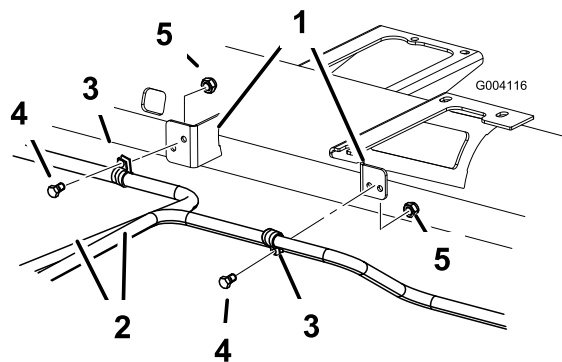

Рисунок 12
1. Установите снятые ранее R-образные хомуты с помощью 2 винтов и контргаек, чтобы прикрепить гидравлические патрубки к раме машины, как показано на Рисунок 12.